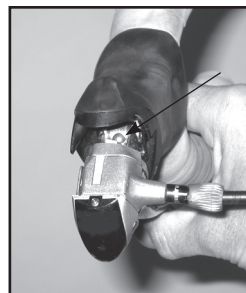

Abbildung 6. Bleiummanteltes Kabelende im Bremshebel
4. Achten Sie auf korrekten Sitz der bleiummantelten Kabelenden im Bremshebel (Abbildung 6).